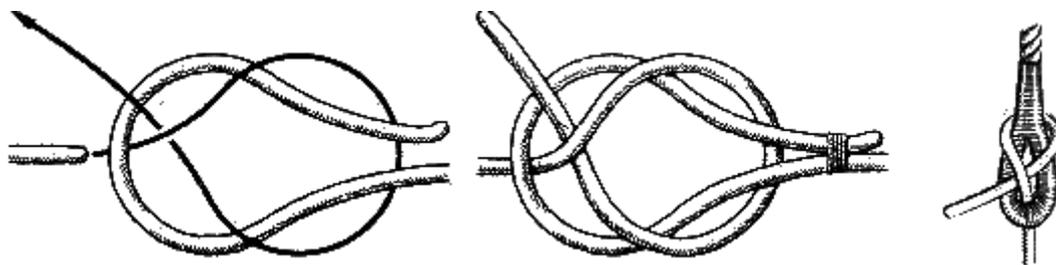

Рис. 38. Шкотовый узел
**Шкотовый узел** (рис. 38). Свое название он получил от слова “шкота – снасть, которой управляют парусом, растягивая его за один нижний угол, если он косой, и одновременно за два, если он прямой и подвешен к рею. Шкоты носят названия того паруса, к которому они прикрепляются. Например, фока-шкот и грота-шкот – снасти, с помощью которых ставятся нижние паруса – фок и грот соответственно. Марса-шкоты служат для постановки марселей, кливер-шкоты вытягивают назад шкотовый угол кливера, а фока-стаксель-шкоты вытягивают назад шкотовый угол фор-стакселя и т. д. В парусном флоте этот узел применялся тогда, когда надо было вязать снасть в огонь паруса серединой, как, например, марса-лисель-шкот.